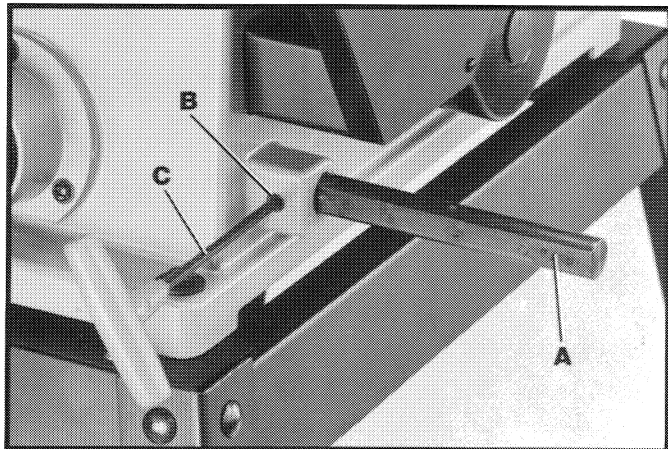

Fig. 14
1. Inserte la vara de apoyo (A) Fig. 14 dentro del agujero en el lado de la lijadora hasta que la vara (A) se extienda aproximadamente 5-1/2 pulg. de la máquina. Para sujetar la vara (A) en su sitio, se debe alinear la parte plana de la vara con el tornillo (B), apretándolo después con la llave hexagonal (C).